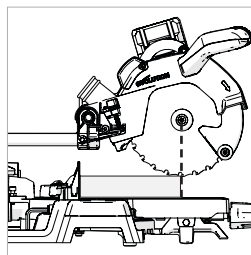

Fig. 39
- Ta tag i såghandtaget och dra såghuvudet framåt tills hjulaxeln (sågbladets mitt) är över arbetsstyckets framkant. **(Fig. 39)**